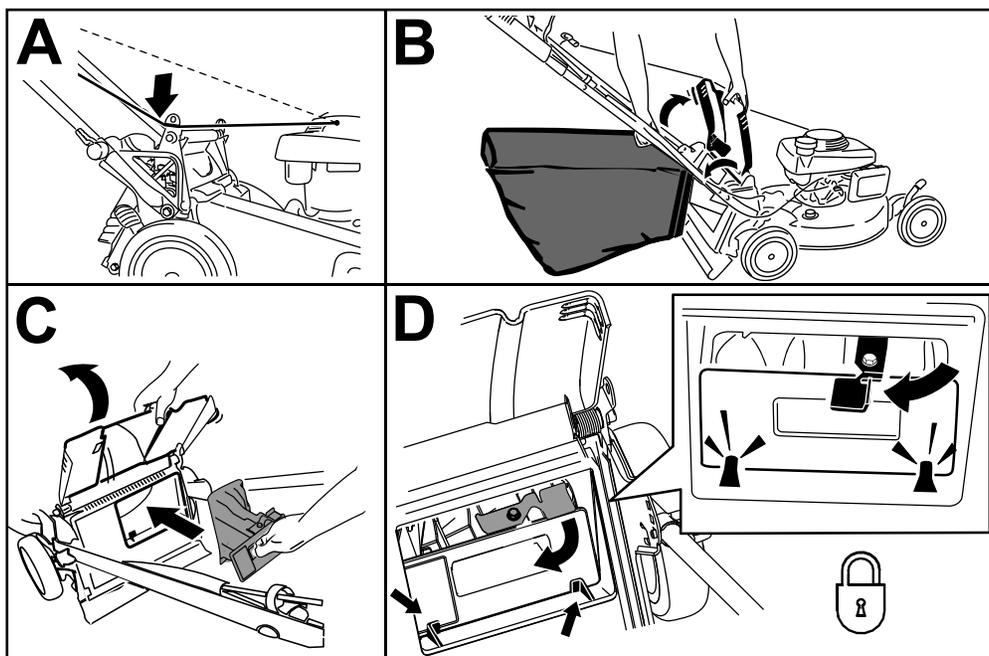

Figura 23
1. Avvolgete il cavo di avviamento attorno al guidacavo inferiore (A nella Figura 23).
2. Sollevate il deflettore posteriore e tenetelo sollevato, quindi sollevate il cesto di raccolta afferrandolo dalla maniglia ed estraendolo dalle tacche delle staffe della stegola (B nella Figura 23).
3. Installate il coperchio posteriore (C nella Figura 23).
Importante: Verificate che il coperchio posteriore sia montato. Per bloccare il coperchio, premetelo con forza finché non scatta in posizione dietro le linguette e ruotate la leva sul coperchio a sinistra (D nella Figura 23).